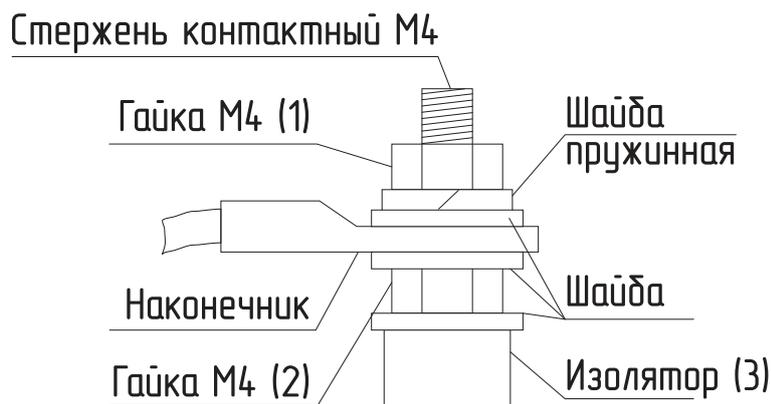

Рис.10 Присоединение проводов к выводам блок ТЭН
- Гаек на контактных стержнях ТЭН с усилием 1,8 Нм (см. Рис.10);
- при замене блок ТЭН присоединение фазных проводов к выводам блок ТЭН производить согласно **Рис.10**. Сечение кабеля указано в **Таб.1**;
- провод нейтраль N подключить на перемычку блока ТЭН (**Рис.10**).